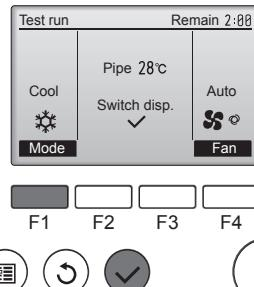

Fig. 8-3
- Druk op de functietoets [F1] om de bedieningsstand te wijzigen. (Fig. 8-3)